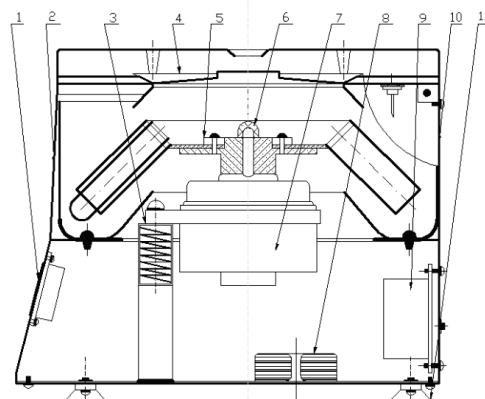

Рисунок 1 - Центрифуга ПЭ-6910
6.1. Центрифуга ПЭ-6910 выполнена в виде моноблока в корпусе из высокопрочного пластика (Рисунок 1). В передней части устройства расположена панель управления. На правой стенке внизу расположен сетевой выключатель. В верхней части находится откидная крышка, через которую производится загрузка и выгрузка образцов, справа вверху расположен механический фиксатор крышки. На задней стенке устройства расположены разъём для присоединения сетевого шнура и ко-
- 7.2. Убедиться, что ротор надёжно закреплён на оси двигателя центрифуги с помощью гайки 6 (Рисунок 1).